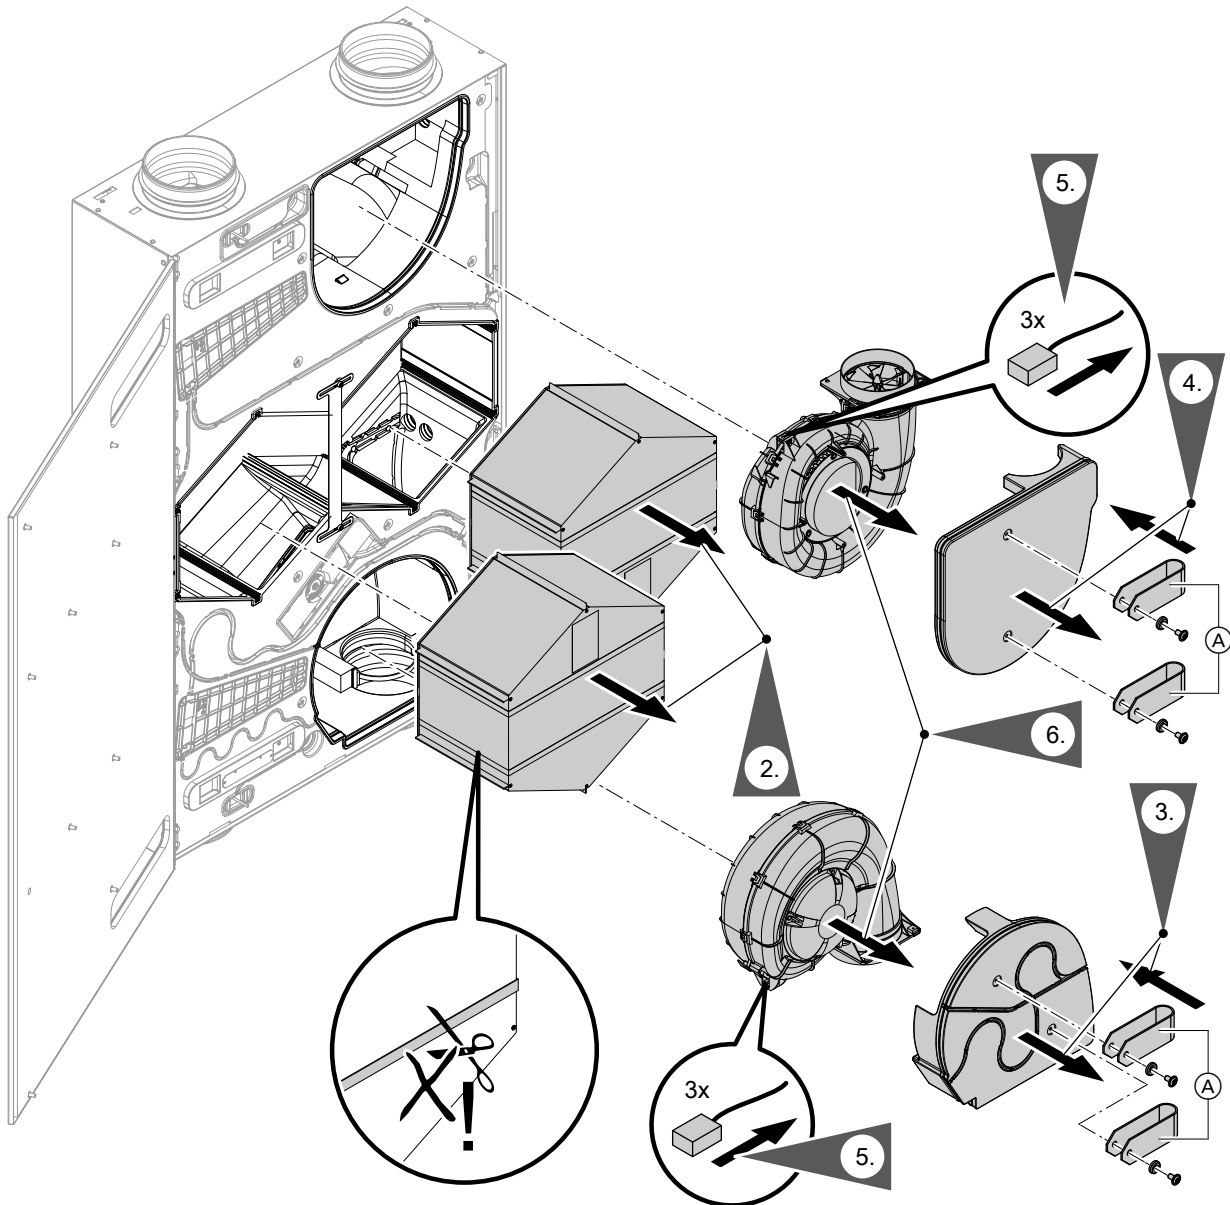

Abb. 24
3. Zusammenbauen: Arbeitsschritte 1. bis 6. in Abb. 24 in umgekehrter Reihenfolge.
1. Ventilatoren ausbauen: Siehe Abb. 24, Arbeitsschritte 3. bis 6.